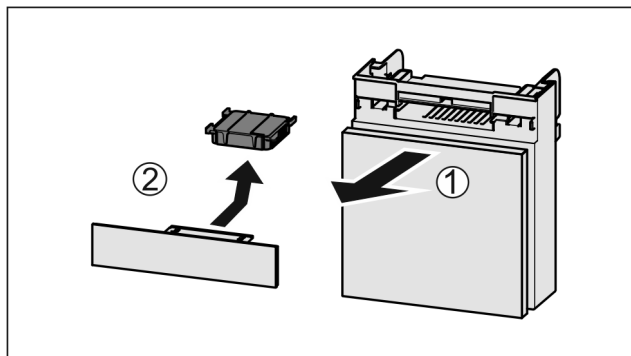

Fig. 98
► Вытянуть Fig. 98 (1) отделение движением вперед.
► Извлечение Fig. 98 (2) фильтра с активированным углем.